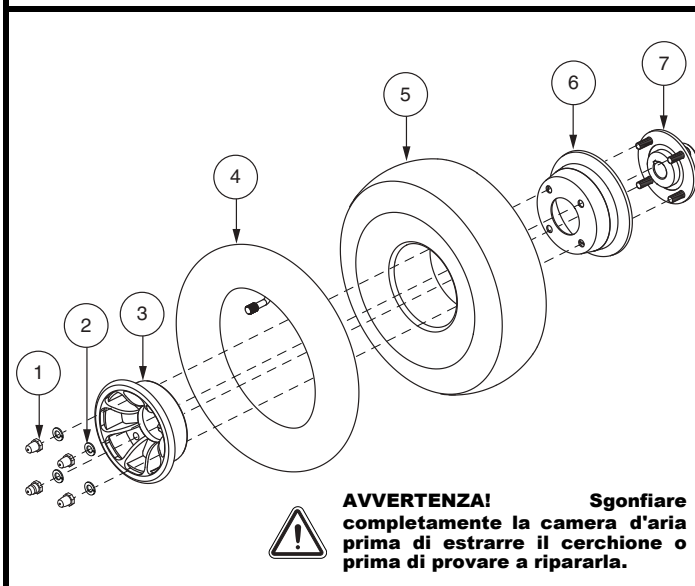

Figura. 25. Ruota motrice smontata
6. Rimuovere i dadi ad aletta e le rondelle che separano i due cerchi. **Vedere figura 25.**
7. Rimuovere la vecchia camera d'aria dal pneumatico e sostituirla con una nuova camera d'aria. **Vedere figura 25.**